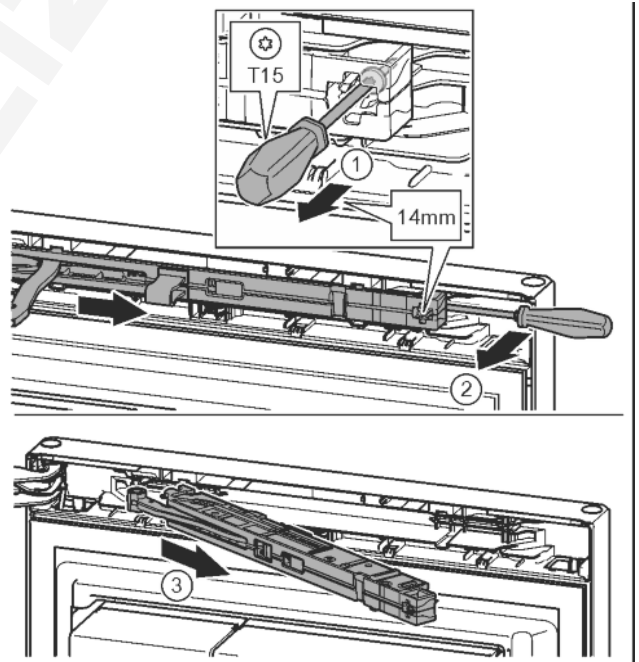

Fig. 9
► A záráscsillapító egységnél T15 csavarhúzóval kb. 14 mm-rel engedje ki a csavart. Fig. 9 (1)
► Egy csavarhúzóval nyúljon a markolat oldaláról a záráscsillapító egység mögé, és forgassa előre. Fig. 9 (2)
► Húzza ki a záráscsillapító egységet. Fig. 9 (3)